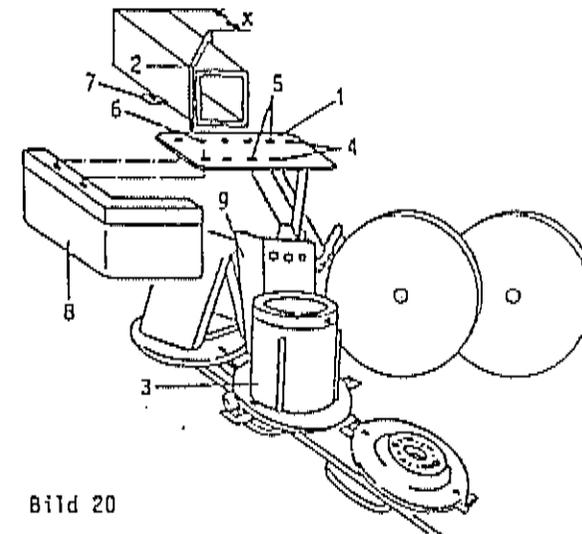

Bild 20
b) Schwadscheiben rechts (Bild 20)